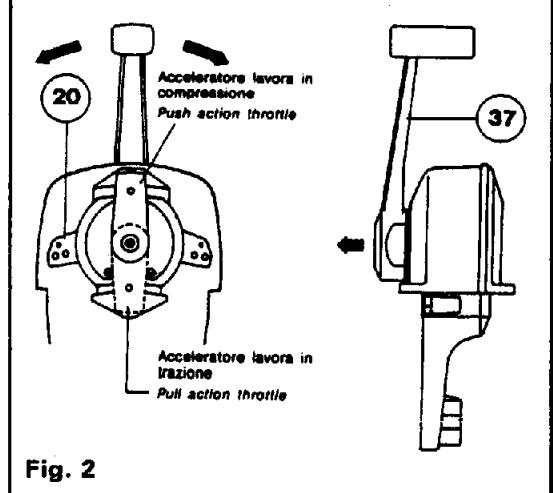

Fig. 2
- Prima di fissare la leva 37 assicurarsi che il comando sia in posizione di folle (Bilanciere 20 come indicato in Fig. 2).
### INVERSIONE DEL SENSO DI COMANDO ACCELERATORE (Fig. 2)
Assicurarsi che il comando sia in posizione di folle (Bilanciere 20 come indicato in Fig. 2).
### ACCELERAZIONE IN FOLLE (Fig. 2)